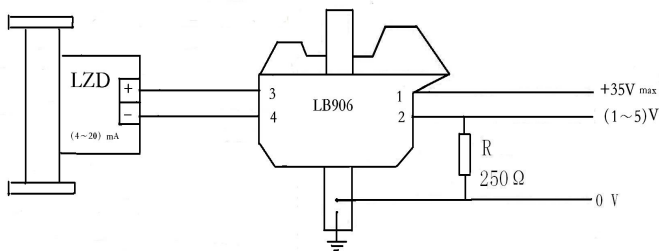

图 6
3. LZD 系列金属管浮子流量计必须与 LB906 齐纳安全栅配套使用构成本安防爆系统。系统接线如图 6。